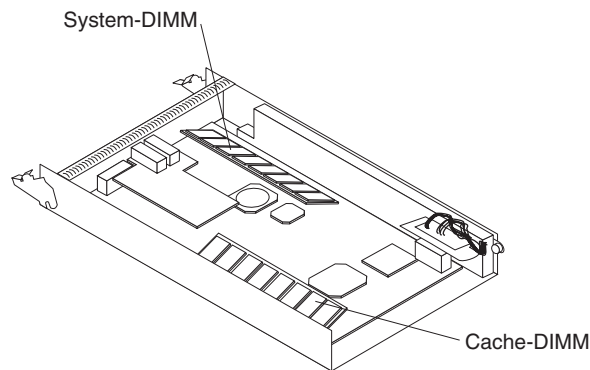

Abbildung 51. Positionen von Cache-DIMM und System-DIMM
- a. Öffnen Sie die Halteklammern an beiden Enden des DIMM-Steckplatzes. In Abb. 51 sind das Cache-DIMM und das System-DIMM abgebildet.